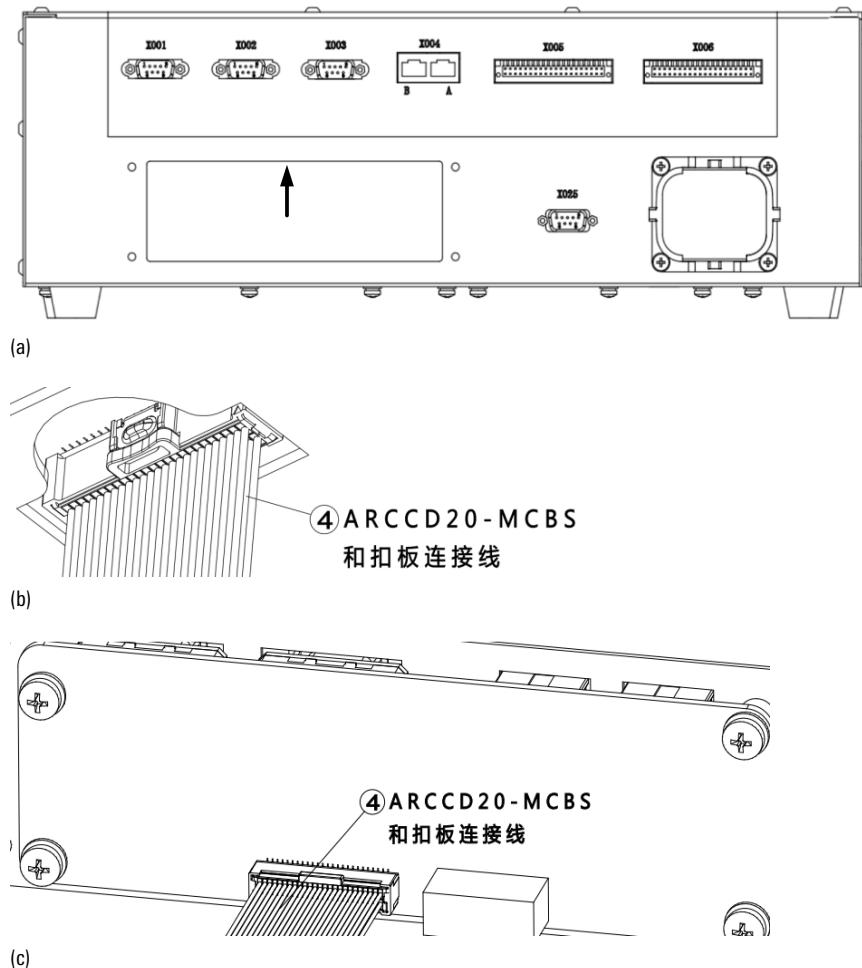

图 21-6 安装 ARCCD20-MCBS 和扣板连接线
步骤3. 将④ ARCCD20-MCBS 和扣板连接线一侧连接到如图 21-6 箭头的位置，另一侧连接到① MCBS-IEB 对应 J4 的连接器上。